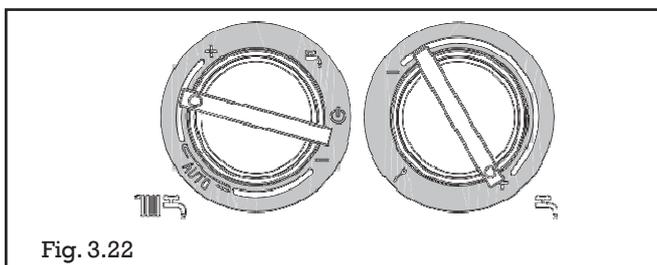

Fig. 3.22
Con il selettore nella zona AUTO (Fig. 3.22), si attiva la funzione aggiustamento automatico della temperatura caldaia (funzione AUTO): la temperatura caldaia si regola in funzione della richiesta del termostato ambiente.
- posizionare il selettore di funzione e di riscaldamento in posizione massima (fig.3.22)